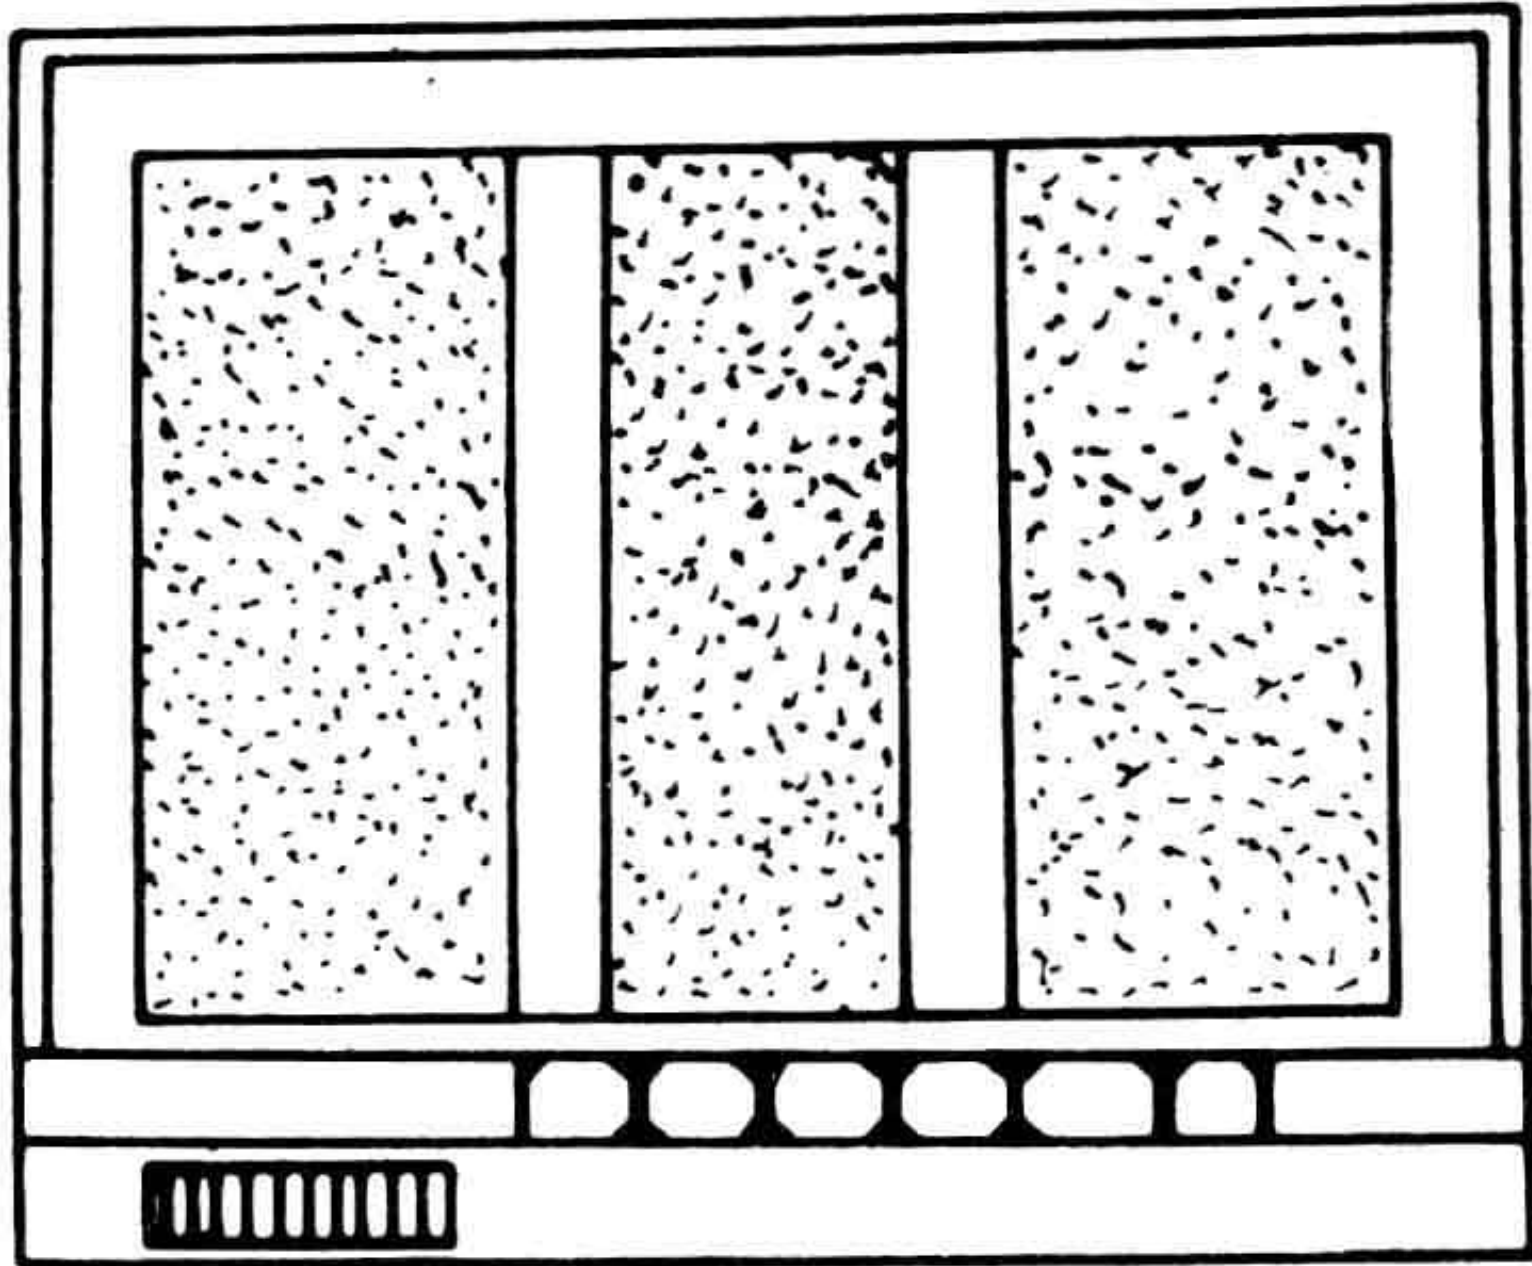

图 1-2 录像机测试信号图形
(4)按下电视机某一预选台位置,并对电视机进行“调谐”,使之“预选”在录像机所发出的测试信号频道上。调谐正确时,电视机荧光屏上应出现如图 1-2 所示的清晰黑白测试图案。
(5) 将录像带插入录像机的带仓内。
(6) 在遥控器或直接在录像机面板上应用“CHANNEL”功能键进行“电视节目选台”；同时将“TEST SIGNAL”置“OFF”位置。此时，电视机荧光屏上便出现所接收电视节目的画面。